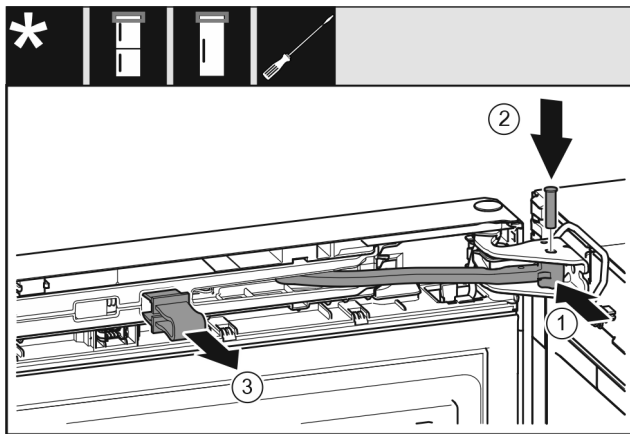

Fig. 21
- ▶ Pöörake liigend laagripukki. Fig. 21 (1)
- ▶ Pange polt laagripukki ja liigendisse. Pöörake seejuures tähelepanu sellele, et fiksaatornukk asub korrektselt soones. Fig. 21 (2)
- ▶ Võtke kaitse ära. Fig. 21 (3)